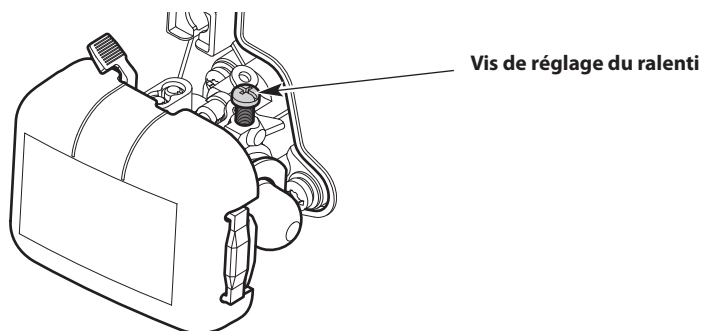

Fig. 8
- Si le moteur s'arrête, augmentez le régime de ralenti. Utilisez un petit tournevis cruciforme pour tourner la vis de ralenti vers la droite, de 1/8 de tour à la fois, et ce, jusqu'à ce que le moteur tourne bien au ralenti (Fig. 8).